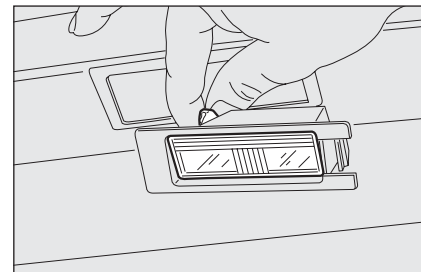

fig. 28
- ☐ sustituya la lámpara fig. 28 soltando los contactos laterales, asegurándose de que la lámpara nueva quede bloqueada correctamente entre los mismos contactos;